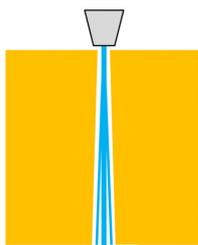

図1
3. ウォータージェットの水の広がりにより加工面がテーパーとなる場合がございます(図1参照)。